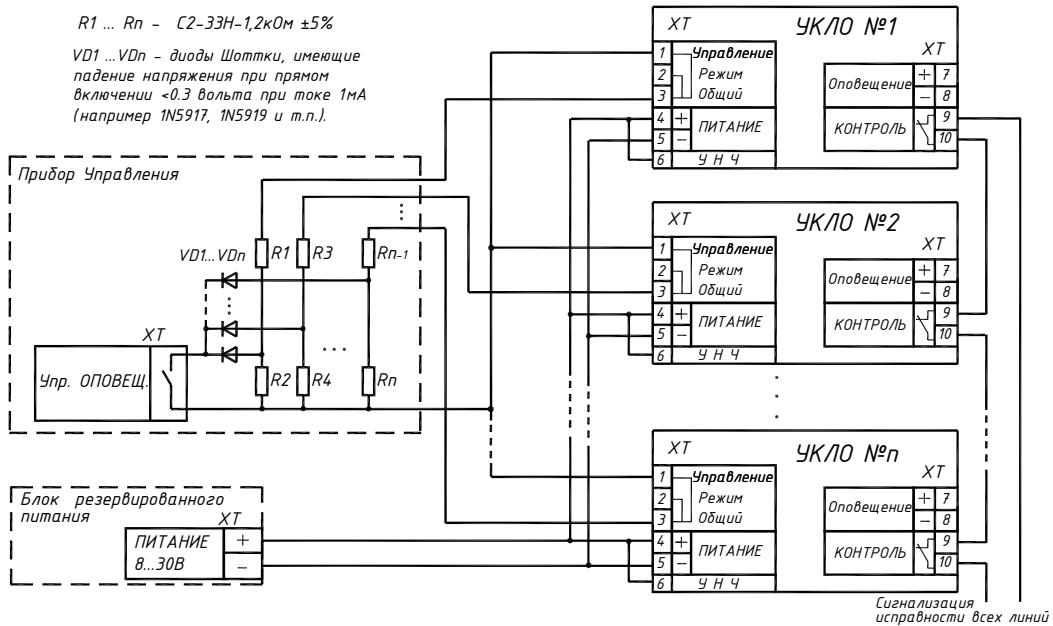

Рис. 3. Схема подключения нескольких УКЛО к одному ПУ.
7.6 В случае подключения нескольких УКЛО к одному прибору управления следует руководствоваться схемой рис.3.